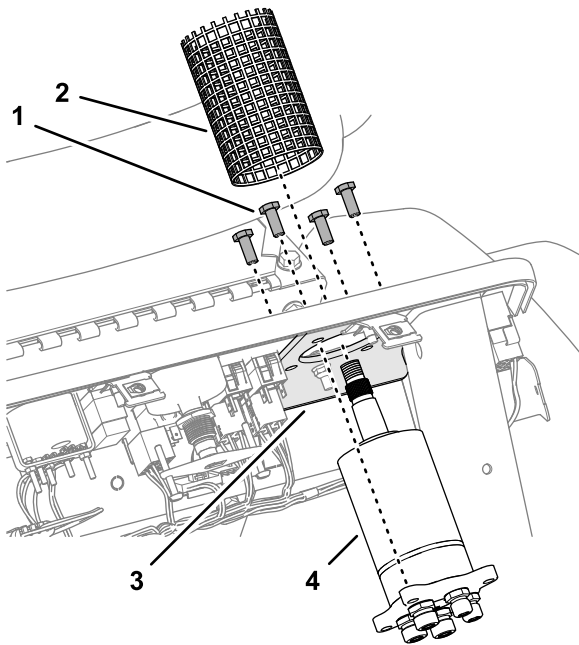

Figura 50
5. Retire la cubierta de la válvula de dirección (Figura 50).
6. Retire los 4 tornillos (8 mm x 20 mm) que sujetan la válvula de dirección a la placa de dirección, y retire la válvula de la placa (Figura 50).